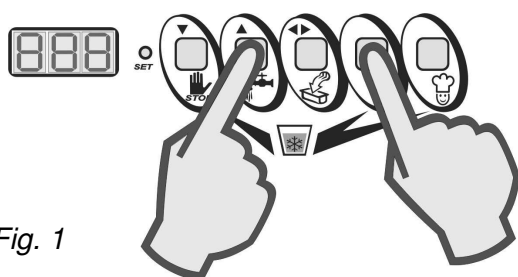

Fig. 1
3. Con la máquina en STOP, presione simultáneamente las teclas “AGITACIÓN” y “AUTOMÁTICO”, y suéltelas solo después de que aparezca la pantalla de identificación por contraseña (Fig. 1).